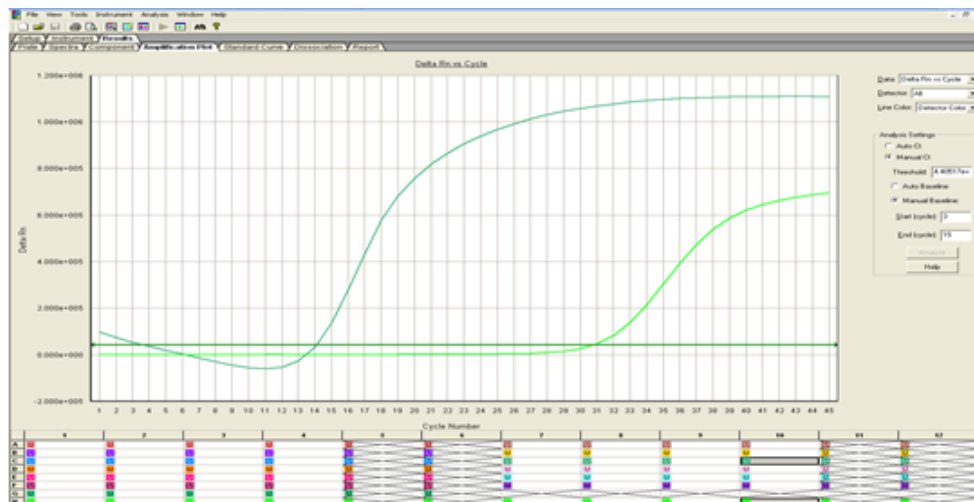

Figura 20.- Muestra positiva para Coronavirus OC43
- h) **Coronavirus OC43 (HCoV OC43)**: Se reportará un resultado positivo al observar una sigmoide en los detectores con **Curva de amplificación “Aguamarina Oscuro”**: Fluorocromo para la detección de Coronavirus OC43. **Curva de amplificación “Verde Fluorescente”**: Fluorocromo para la detección de RP. (Figura 20).